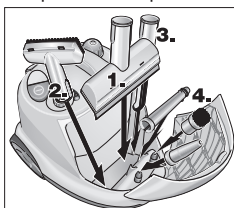

Fig. 9: Compartimentul pentru accesorii
- Așezați duza de mână, duza de curățare a geamurilor, duza punctiformă și materialul mărunț, în compartimentul pentru accesorii (vezi fig. 9).